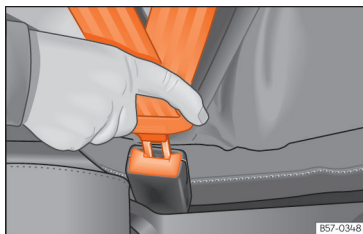

Fig. 20 Inserir a lingueta do cinto de segurança no fecho correspondente.
- Encaixe a lingueta no fecho do respetivo banco »» **Fig. 20**.